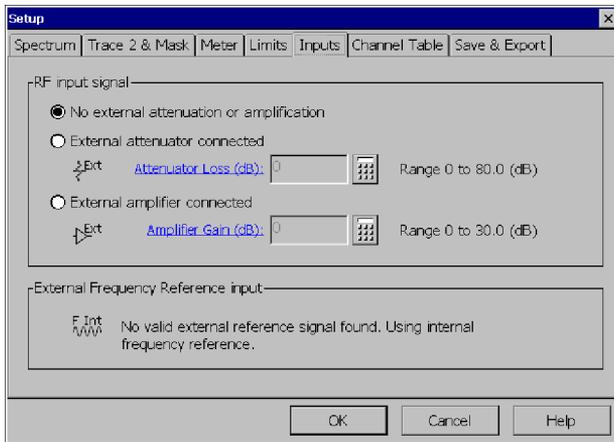

Рис. 2-7: Вкладка Inputs (входные разъемы)
3. Коснитесь вкладки **Inputs** (входные разъемы). См. рисунок 2-7.